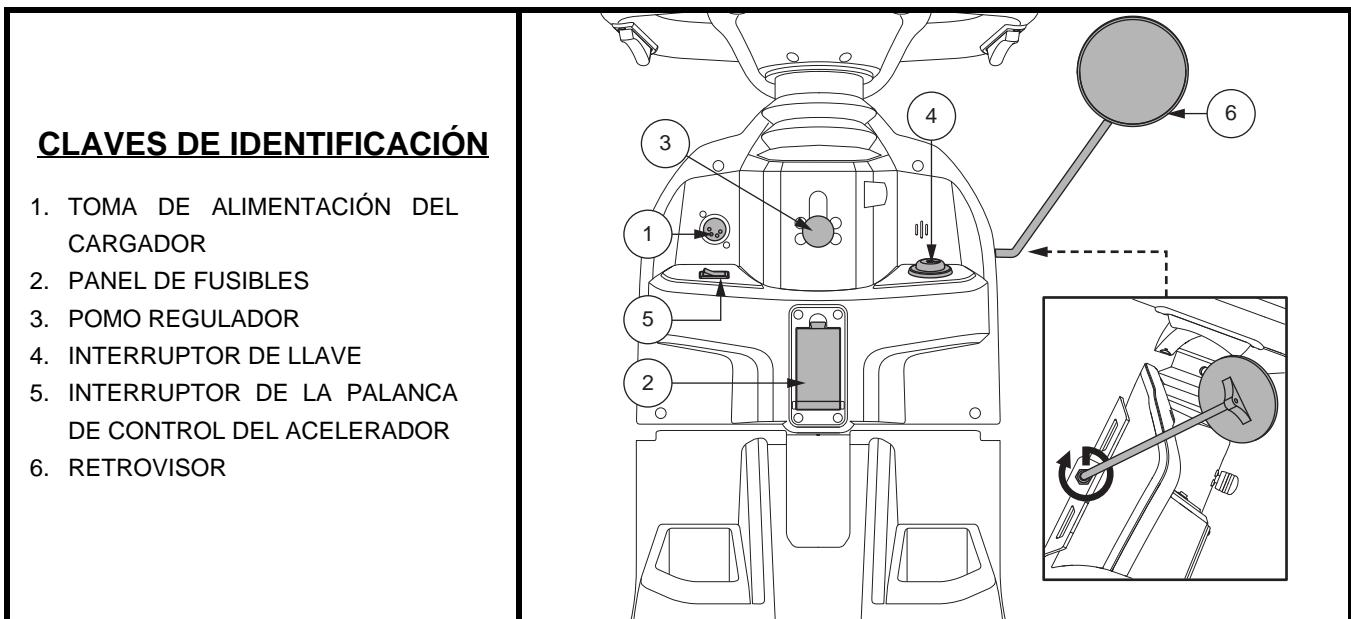

Figura 4. Componentes del manillar inferior
El cable de alimentación del cargador externo se enchufa en esta toma para cargar las baterías. El puerto del cargador externo estará ubicado en el timón. Ver la figura 4.
- Introduzca la llave en la cerradura de contacto y gírela en sentido horario para encender el vehículo PMR. Ver la figura 4.
Este interruptor determina cuál de las palancas de control del acelerador (la izquierda o la derecha) funcionará. **Ver la figura 4.**